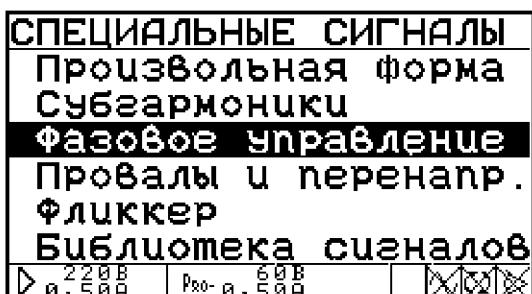

Рисунок 4.6 Меню режима «Специальные сигналы»
- пиктограмма «глаз» в первой справа позиции — включен синхронный с питающей сетью режим работы, при этом частота выходных сигналов определяется частотой питающей сети, пиктограмма «перечеркнутый глаз» — слежение за частотой питающей сети отключено, частота выходных сигналов равна заданной в параметре «частота» (рис. 4.6), изменение режима синхронизации возможно только при выключененной генерации;
Меню «Специальные сигналы» (рис. 4.6) состоит из шести пунктов: «Произвольная форма», «Субгармоники», «Фазовое управление», «Провалы и перенапряжения», «Фликкер» и «Библиотека сигналов».